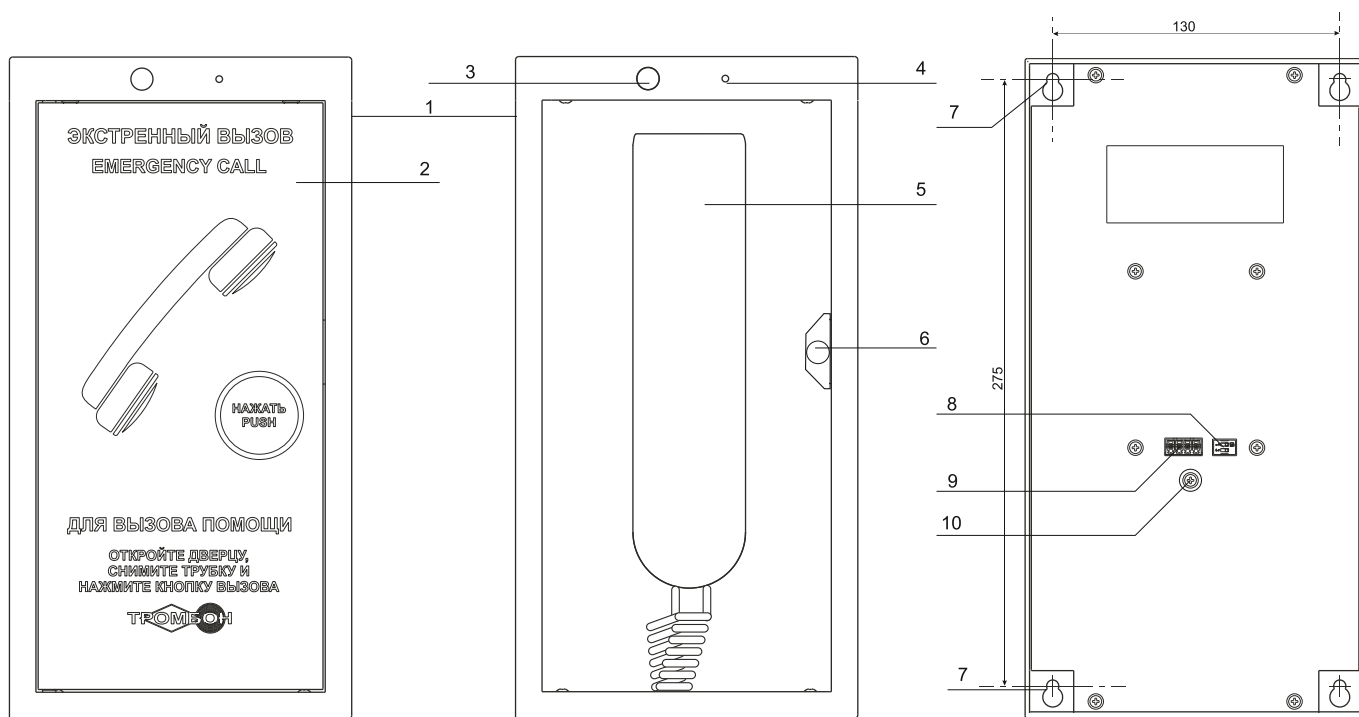

Рисунок 1. Внешний вид АВУ, АВУ с открытой дверцей и вид на заднюю стенку АВУ.
АБУ имеет 4-х контактный разъем рис. 1. поз. 9, предназначенный для подключения 4-х проводной линии связи с ЛБС и другими вызывными устройствами. По одной паре проводов на АБУ подается питание от ЛБС, вторая пара - интерфейс RS485. ВНИМАНИЕ! Будьте осторожны при подключении АБУ. При не правильном подключении, в следствие большого напряжения питания, АБУ может выйти из строя.
Разъем для подключения АБУ расположен на задней панели (рис. 1. Поз. 9). Нумерация контактов разъема слева направо. Назначение контактов разъема:
3). Подключите к разъему на задней панели АБУ (рис. 1. Поз. 9.) линию связи с ЛБС и следующими в линии абонентскими устройствами. АБУ подключаются к линии связи с ЛБС последовательно, соединений типа «звезда» не допускается.
4). Включите согласующие резисторы у последних АБУ в каждой линии. Включение резистора выполняется переключателем рис. 1, поз. 8. ВНИМАНИЕ! Согласующий резистор должен быть обязательно включен только у одного последнего АБУ в каждой линии!
5). Подключите экранирующую оплетку линий связи от ЛБС и следующего в линии АБУ к винту рис. 1 поз. 10.
При изменении конфигурации системы или установке в систему ранее использованного АВУ, необходимо выполнить смену его адреса на заводской (по умолчанию). Только после этого возможно запрограммировать это АВУ в систему. Для смены адреса на заводской необходимо включить нижний переключатель на задней стенке АВУ рис. 1 поз. 8, после этого подать питание на АВУ. Адрес АВУ будет заменен на заводской. После этого необходимо выключить переключатель и запрограммировать АВУ в систему.